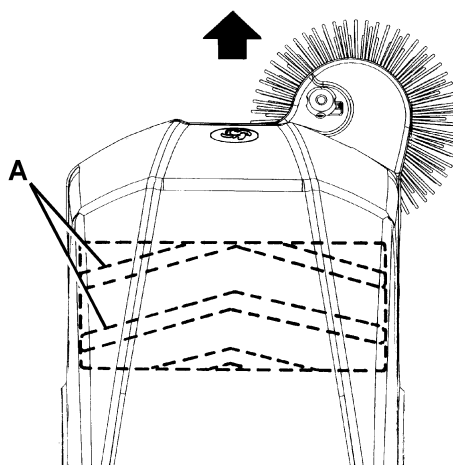

Figure 7
10. Installer le nouveau balai central, en orientant les poils (A, Fig. 7) comme indiqué dans la figure.